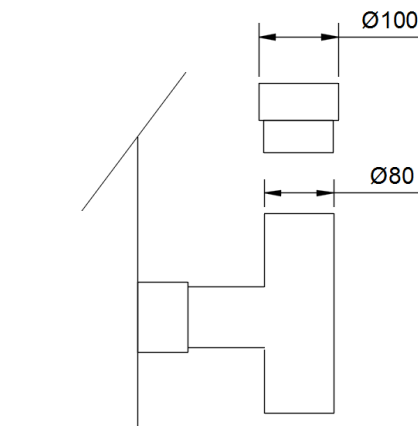

Figure 5.6
- Dans le tableau ci-dessous veuillez trouver les limitations pour les tubes des diamètres les plus utilisés tenant compte des longueurs maximum et minimum qui être comptés à partir du "T" de la sortie du poêle et c'est aussi à partir de ce point où devrait être augmenté le diamètre du conduit au cas où cela serait nécessaire (voir fig. 5.6):